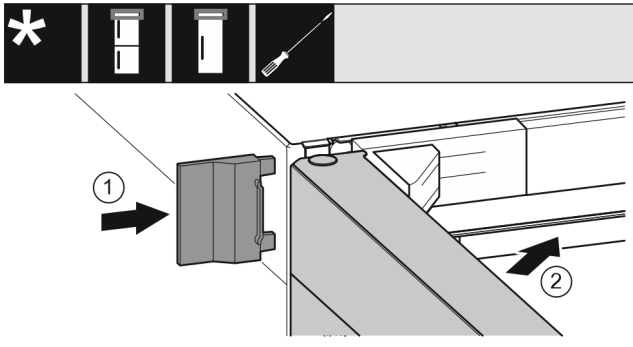

Fig. 21
- ▶ Nataknite vanjski pokrov. Fig. 21 (1)
- ▶ Zatvorite gornja vrata. Fig. 21 (2)